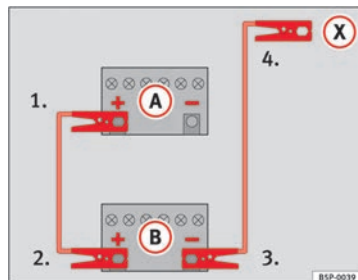
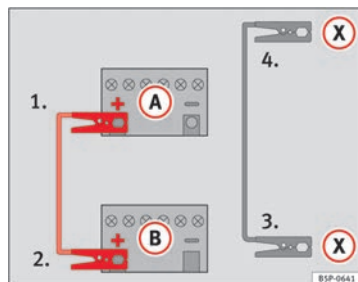

Fig. 201 Esquema de conexión para vehículos sin sistema Start Stop.
Fig. 202 Esquema de conexión para vehículos con sistema Start Stop.
- Emborne un extremo del cable *rojo* de emergencia al polo positivo (+) del vehículo con la batería descargada (A) ⇒ fig. 201.
- Emborne el otro extremo del cable *rojo* de emergencia al polo positivo (+) del vehículo que suministra la corriente (B).
- Emborne un extremo del cable *negro* de emergencia al polo negativo (-) del vehículo que suministra la corriente (B) ⇒ fig. 201.
- Emborne el otro extremo del cable *negro* de emergencia (X), en el vehículo con la batería descargada, a una pieza de metal maciza que vaya atornillada al bloque motor o al mismo bloque motor pero más alejado posible de la batería (A).
- Emborne un extremo del cable *rojo* de emergencia al polo positivo (+) del vehículo con la batería descargada (A) ⇒ fig. 202.
- Emborne un extremo del cable *negro* de emergencia (X) a un terminal de masa adecuado, a una pieza de metal maciza que vaya atornillada al bloque motor o al mismo bloque motor ⇒ fig. 202.